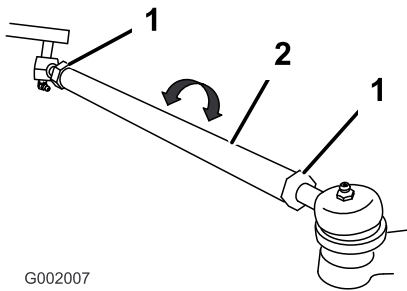

Figura 57
5. Se a medição obtida não corresponder aos valores especificados desaperte as porcas de segurança nas extremidades das barras transversais (Figura 57).